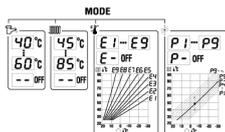

Рис. 2 – График эквiterмических кривых
Нажмите кнопку Var/MODE на дисплее изобразится буква E с цифрами от 1 до 9 или с тире. Выбор эквiterмической кривой проводится кнопками (7) и (9). Крутизна кривой повышается с настраиваемой цифрой (E1 < E9), см.рис. 2.